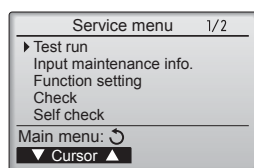

Fig. 6-3
③ Seleccione "Test run" (Testar funcio.) com o botão **[F1]** ou **[F2]** e, em seguida, prima o botão **⏻**. (Fig. 6-3)